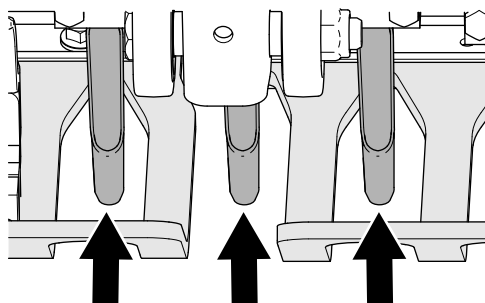

图 44
4. 检查护草板槽是否与打孔针对齐确保它们位于中间位置图 44。